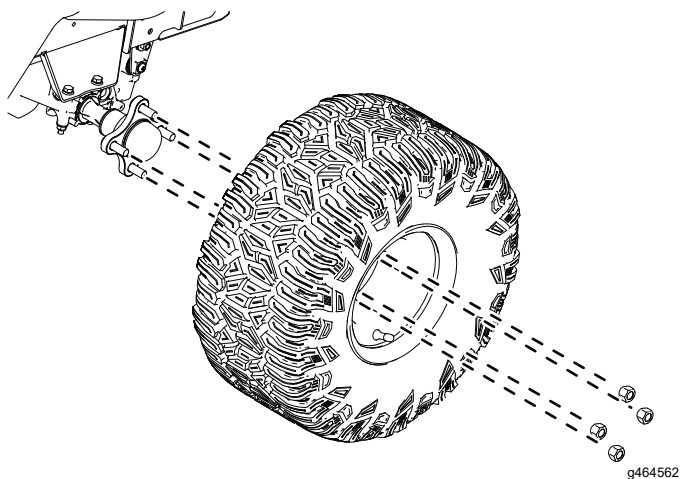

Figure 4
- Déposez les roues arrière comme montré à la Figure 4.